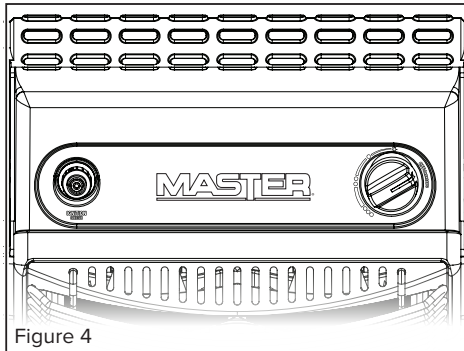

Figure 4
- Tournez le bouton de commande dans le sens antihoraire à la position « PILOT » (veilleuse) et enfoncez le bouton; voir la figure 4.
- Avant de connecter du propane, assurez-vous que le bouton de commande de la chauffeurette est à la position « OFF » (arrêt); voir la figure 4.
Nettoyez les plaques de céramique à l'air comprimé à une pression inférieure à 30 PSI pour éviter de les endommager. Une couleur jaune de la flamme de veilleuse indique que le brûleur pourrait avoir besoin d'un nettoyage. Inspectez et nettoyez la veilleuse (montée sur le support) en utilisant un aspirateur ou de l'air comprimé dans les orifices de la veilleuse, voir la figure 4.